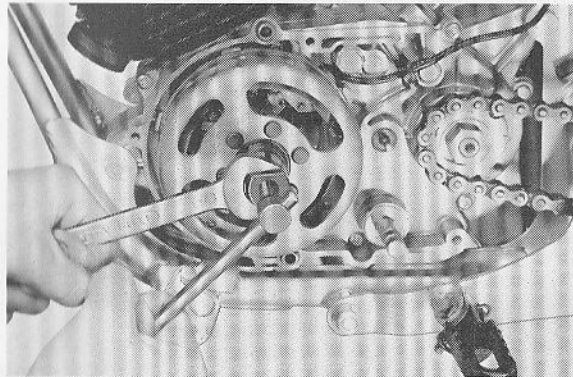

Fig. 3-1-17
4. While holding puller body, tighten push bolt. This will pull flywheel off the tapered end of the crankshaft. (Fig. 3-1-17)
4. Tout en retenant l'extracteur, serrer le boulon. Cela permettra à l'extracteur de repousser le volant du cône de vilebrequin. (Fig. 3-1-17)